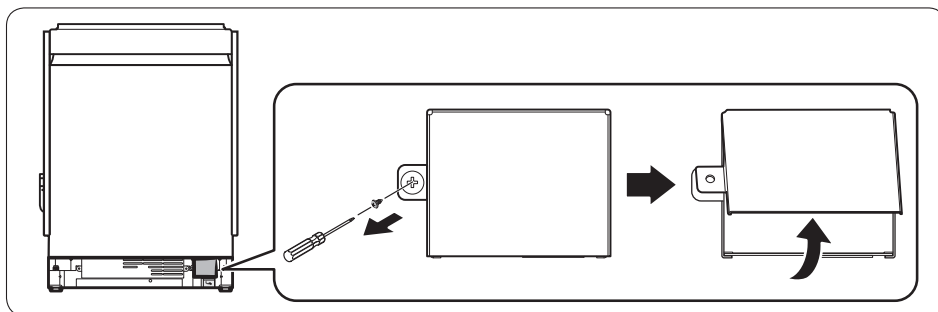

Figure 12
4. Faites passer le câble d'alimentation dans le réducteur de tension, puis dans la boîte de jonction (Figure 12).